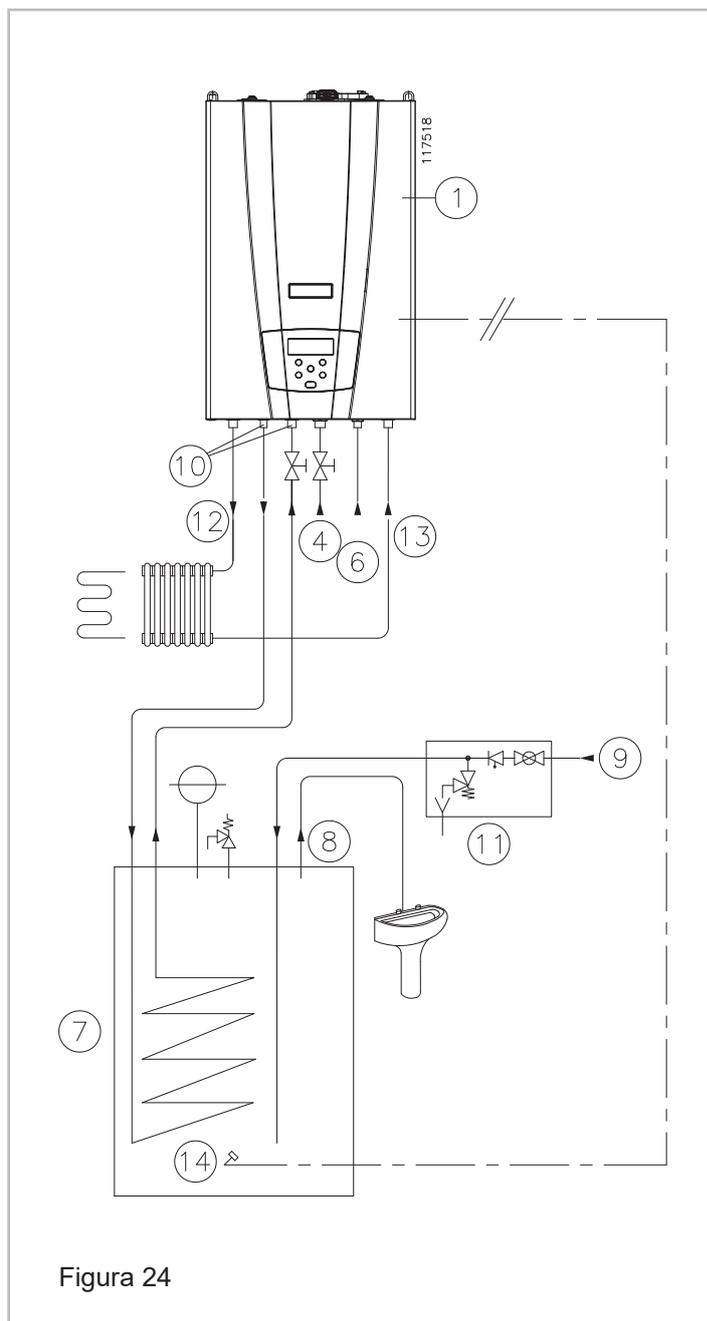

Figura 24
5. - Introduzca la sonda del sensor de temperatura en la arqueta del acumulador ("14" Figura 24);